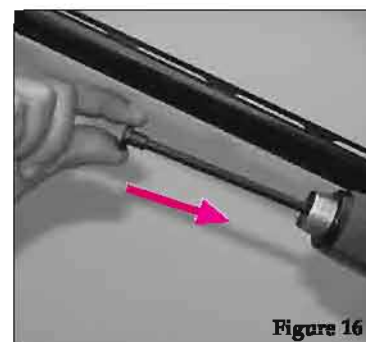

Figure 16
- 3) Rimuovere il riduttore dalla fine del tubo serbatoio. (fig.16)
- 4) Replace the forend nut by screwing it into place (see figure 16)